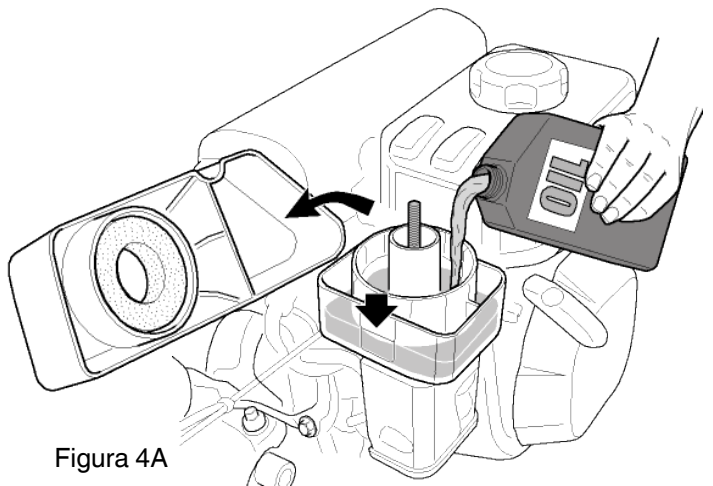

Figura 4A
- Desenroscar la tuerca de aletas y extraer la tapa del filtro (Ver figura 4A).